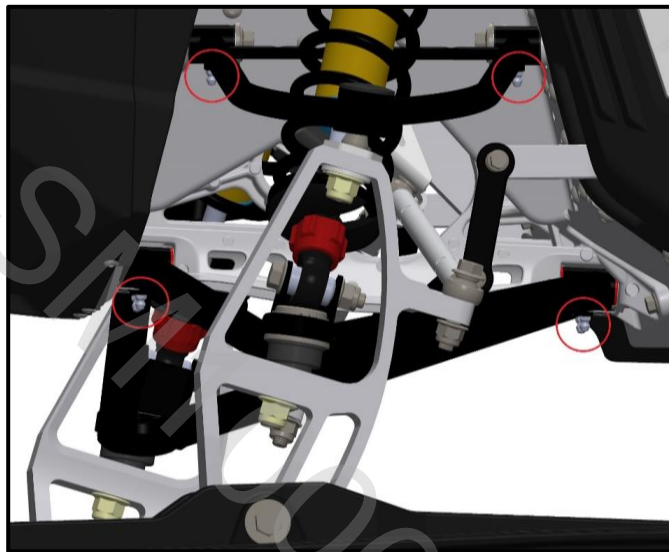

Рис. 31 Пресс-масленки на передней подвеске (левая сторона)
1. Выполните смазку в 8 точках, установив наконечник шприца на пресс-масленки (рис. 31). Используйте синтетическую смазку для шарниров. Подавайте смазку, пока она не начнет выходить из соединений в областях крепежных отверстий.